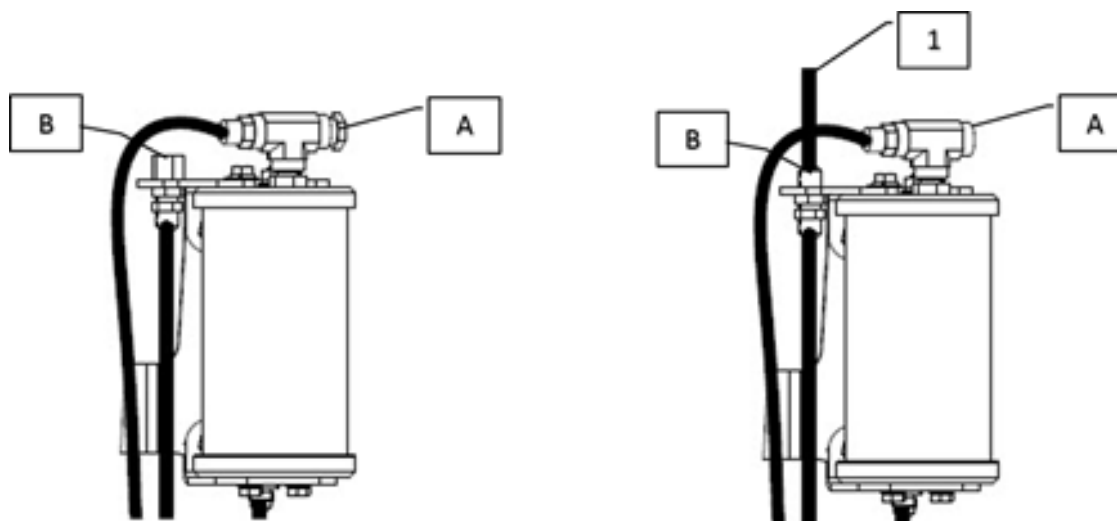

Figure 61 — Réservoir d'huile
2. Enlevez le reniflard (repère A, Figure 61).
3. Enlevez le bouchon situé sur le dessus du réservoir (repère B, Figure 61) et ajoutez l'huile (voir Tableau 16 pour connaître le type d'huile recommandé).
1. Dévissez les bouchons (repères A et B, Figure 61) pour permettre à l'air d'entrer.
1. Enlevez les bouchons (repères A et B, Figure 61).
2. Branchez le tuyau de la pompe (repère 1, Figure 61) sur le flexible (repère B, Figure 61) et fixez-le avec un collier.
4. Remettez de l'huile par le bouchon (repère B, Figure 61) de façon à ce que le niveau de l'huile se situe à environ 50 mm (2 po) du fond du réservoir, puis replacez les bouchons.